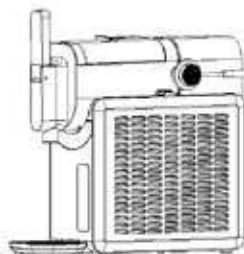

Abb. 2
9. Setzen Sie das Abtropfgitter in die Abtropfschale und schieben Sie die Abtropfschale unten in das Gerät (Abb. 2).